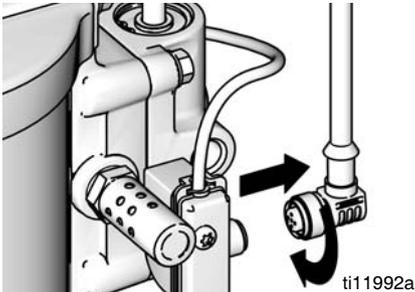

図 18. DataTrak の接続を外す
1. リードスイッチアセンブリの背面からケーブルのネジを外します。図 18 を参照してください。